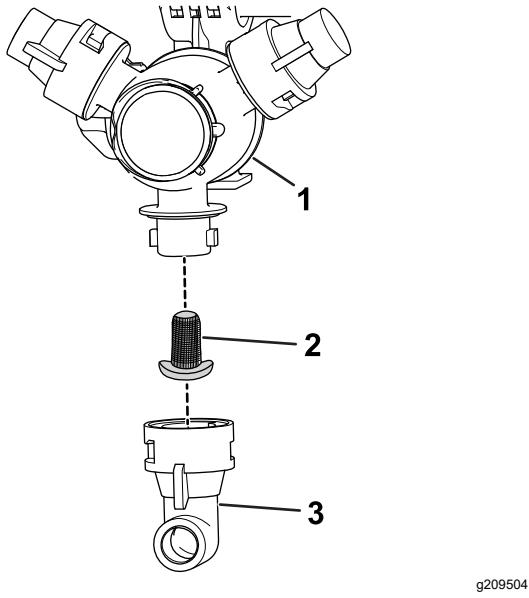

Figure 97
- Retirez la buse de la tourelle de pulvérisation (Figure 97).
- Déposez le filtre de buse (Figure 97).
- Remettez le filtre de buse (Figure 97).
- Installez la buse sur la tourelle de pulvérisation (Figure 97).